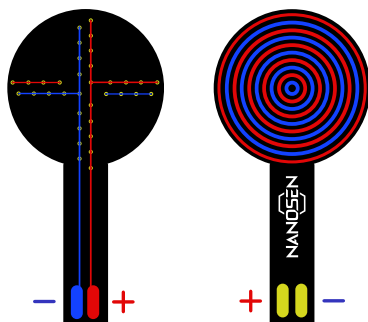

Figure 1 : Contact de l'électrode
- Les lignes conductrices de l'électrode sont interconnectées alternativement (voir Figure. 1)